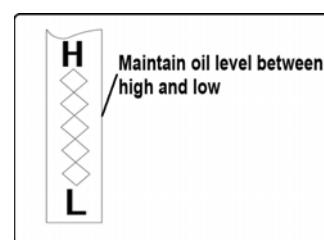

Рис. 36
4. Открутите и снимите крышку заливной горловины с трубы заливной горловины. Обратите внимание на уровень масла. если показания масла на щупе ниже отметки «НИЗКИЙ», медленно добавляйте масло до уровня «ВЫСОКИЙ». См. рис. 36.